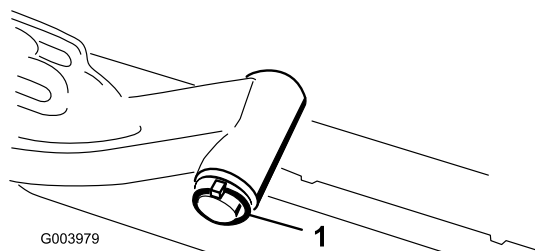

Figura 18
- A. Retire el pasador de seguridad y la arandela que fijan el eje pivotante del brazo de elevación al brazo de elevación, y deslice el eje pivotante fuera del brazo de elevación (Figura 18).
- C. Introduzca el eje del brazo de elevación en el brazo de elevación y fíjelo con la arandela y el pasador de seguridad (Figura 18).